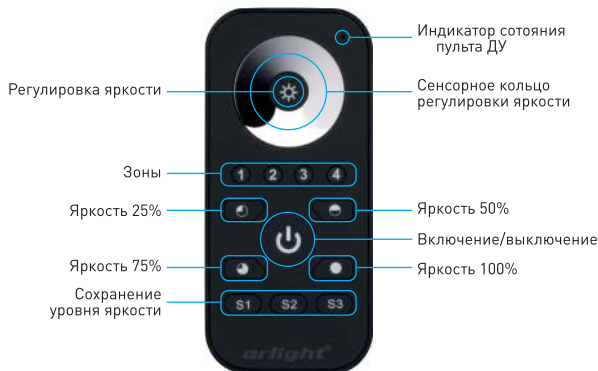

Рис. 2. Назначение элементов управления пульта.
- 3.8. Проверьте управление лентой с пульта (Рис. 2).